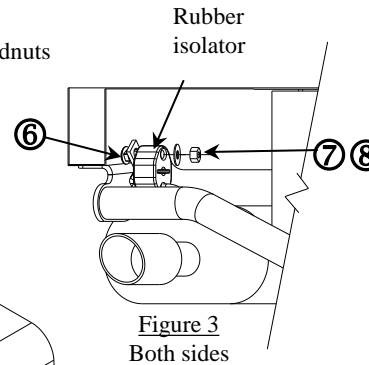

Figure 3
- Lower exhaust system at the rubber isolator (3 places). Note: Spraying a lubricant or soapy water on the metal hanger rod and the rubber isolator helps removal. Remove rubber isolator from mufflers only (2) to be re-install step 3. Be careful not to allow muffler to fall under its own weight.
- Install carriage bolts (item 6) into exhaust hangers on hitch. Install rubber isolators removed in step 1, onto 7/16 carriage bolts on hitch. Install flat washer, and 7/16-14 hex lock nut. See Figure 3.
3. Install carriage bolts (item 6) into exhaust hangers on hitch. Install rubber isolators removed in step 1, onto 7/16 carriage bolts on hitch. Install flat washer, and 7/16-14 hex lock nut. See Figure 3.
1. Abaisser le système d'échappement au niveau de l'isolateur en caoutchouc (3 endroits). Nota : La vaporisation d'un lubrifiant ou d'eau savonneuse sur la tige du support métallique et l'isolateur en caoutchouc facilite l'enlèvement. Enlever l'isolateur en caoutchouc des silencieux, seulement deux (2) qui seront réinstallés à l'étape 3. Veiller à ce que le silencieux ne tombe pas sous son propre poids.
3. Poser les boulons de carrosserie (art. 6) dans les supports d'échappement de l'attelage. Poser les isolateurs en caoutchouc enlevés à l'étape 1 sur les boulons de carrosserie 7/16 sur l'attelage. Poser la rondelle plate, et les écrous hexagonaux 7/16-14. Voir Figure 3.